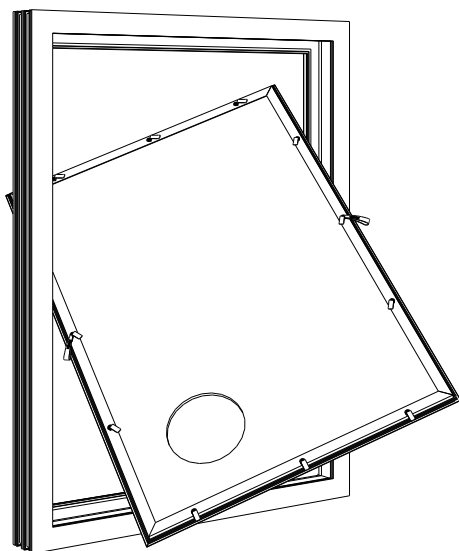
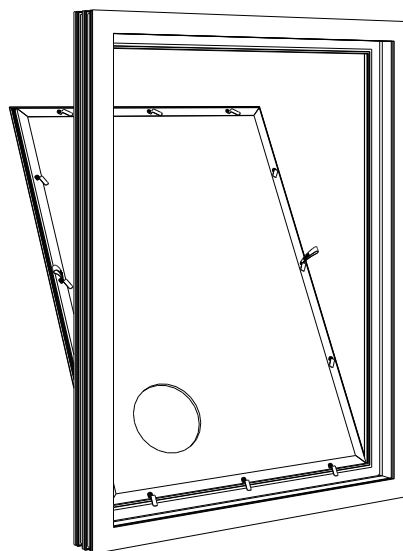

rys. 7
rys. 8
4. Pozostałe blaszki dokręcić tak, aby mieć możliwość ich obracania (rys. 7). Przed ich montażem należy pamiętać o zamocowaniu taśm pomocniczych (rys. 8) pod dowolnymi blaszkami w celu ułatwienia montażu w ramie okiennej. Montaż taśm zalecamy po przeciwległych stronach ramy.